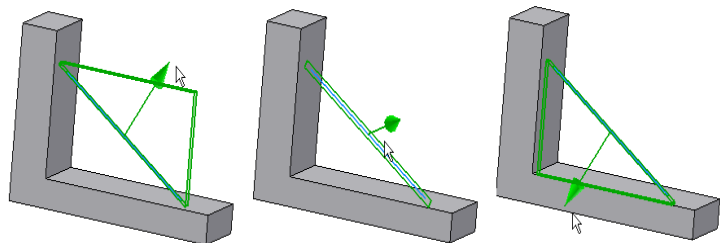

图 3-61 加强筋轮廓预览
(3) 由于草图上只有一个截面轮廓，所以该轮廓自动被选中。
(4) 选择类型。加强筋有两种类型, 即【垂直于草图平面】类型  和【平行于草图平面】类型 。选择【垂直于草图平面】类型, 垂直于草图平面拉伸几何图元。厚度平行于草图平面; 选择【平行于草图平面】类型, 平行于草图平面拉伸几何图元。厚度垂直于草图平面。
(5) 指定加强筋的方向, 当鼠标指针在轮廓附件移动时, 会出现加强筋轮廓的预览, 方向箭头是指明加强筋是沿平行于草图图元的方向延伸, 还是沿垂直的方向延伸, 如图 3-61 所示, 单击以确定方向。